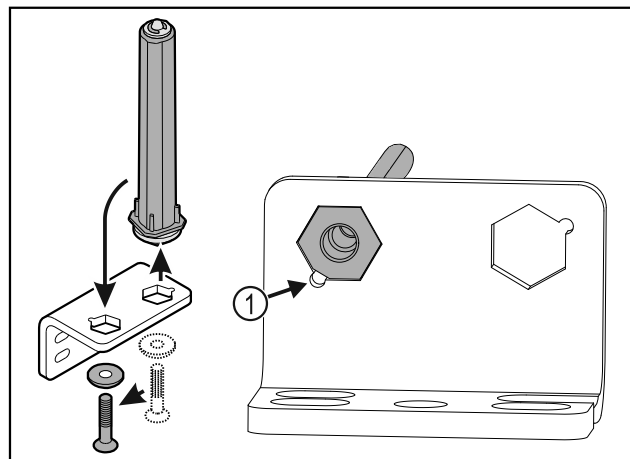

Fig. 35
- Se till att bultens fasning Fig. 35 (1) är vänd mot det runda hålet vid isättningen.